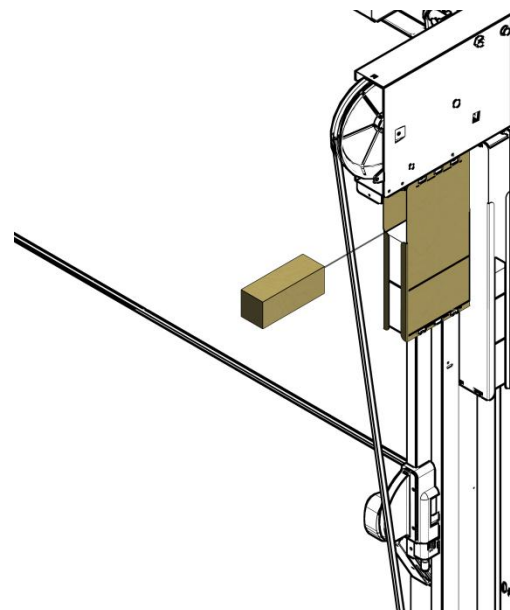

Figura 5-5
3. Se il pannello inferiore, a porta aperta, tende a scendere, chiudere la porta e aggiungere unità peso simmetricamente alle scatole contrappeso larghe DX e SX (Figura 5-5);
4. Se il pannello inferiore apre troppo bruscamente, chiudere la porta e rimuovere simmetricamente unità peso alle scatole contrappeso larghe DX e SX (Figura 5-5).